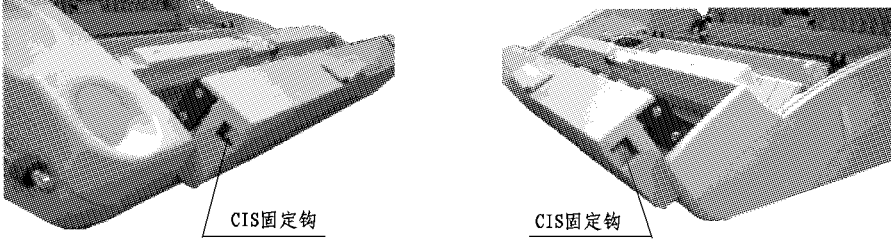

图7-12
b) 将安装在CIS两侧的支架CIS L/R的卡位从外向内按压，就可以卸下CIS（图7-12）。